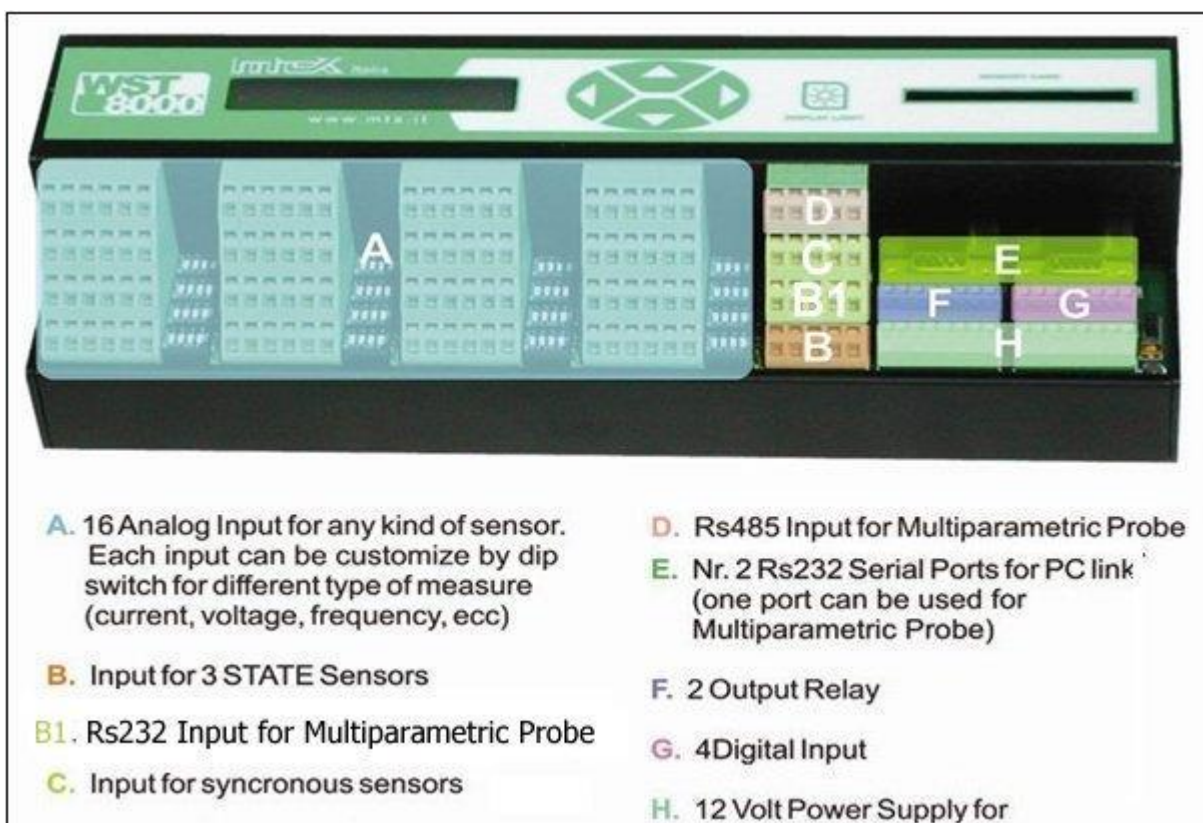

Figura 2
In figura 2 è possibile osservare gli ingressi e le uscite di cui è dotata la WST8008:
- **16 Ingressi Universali:** ingressi analogici a cui si possono collegare sensori che forniscono i valori in diverse grandezze elettriche: tensione, corrente, resistenza, frequenza ed altro. La predisposizione di un canale, al fine di leggere con esattezza il valore fornito da un sensore, avviene tramite posizione opportuna di **dip-switches** formati da 4 interruttori ON/OFF (vedere Appendice A) presenti sul datalogger di fianco agli ingressi in questione (vedere area A della figura 2).
- **4 Sensori Sincroni:** sensori sincroni sono sensori digitali a 8/16 bit di produzione MTX (area C della figura 2).
- **Ingresso per Sensori seriali (linea RS-485):** se selezionato tramite l'apposita configurazione, è possibile collegare sensori seriali tipo sonde multiparametriche (area D figura 2).
L'area H della figura 2 è il connettore dell'alimentazione al sistema.